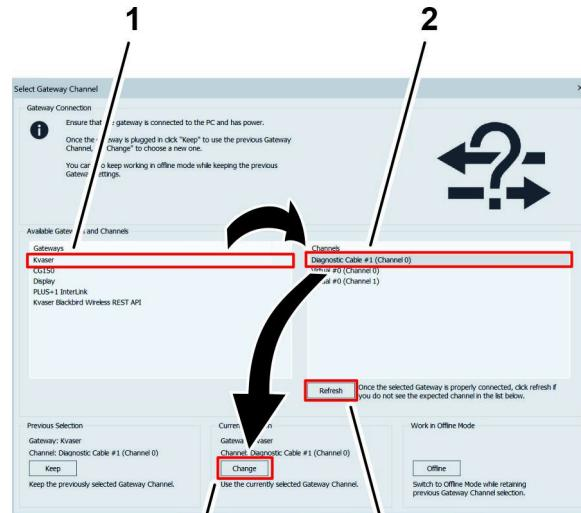

Bild 40
10. Klicken Sie im Bildschirm Gateway-Kanal auswählen auf die Option Kvaser in der Liste Gateways (Bild 40).
11. Klicken Sie im Menü Channels [Kanäle] auf die Option Diagnostic Cable [Diagnosekabel] (Bild 40).
**Hinweis:** Wenn im Menü „Channels“ [Kanäle] keine Option für ein Diagnosekabel angezeigt wird, stellen Sie sicher, dass das Toro Diag-Kabel an den USB-Anschluss des Laptops angeschlossen ist, drücken Sie die Schaltfläche Aktualisieren (Bild 40) auf dem Bildschirm Gateway-Kanal auswählen und klicken Sie auf die Option Diagnosekabel.
12. Klicken Sie auf die Schaltfläche ÄNDERN unter der Überschrift Current Selection [Aktuelle Auswahl] (Bild 40).